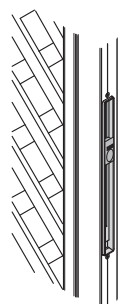

図5-4
- 落とし棒操作時以外は、ロック状態にしてください。(図5-4参照)